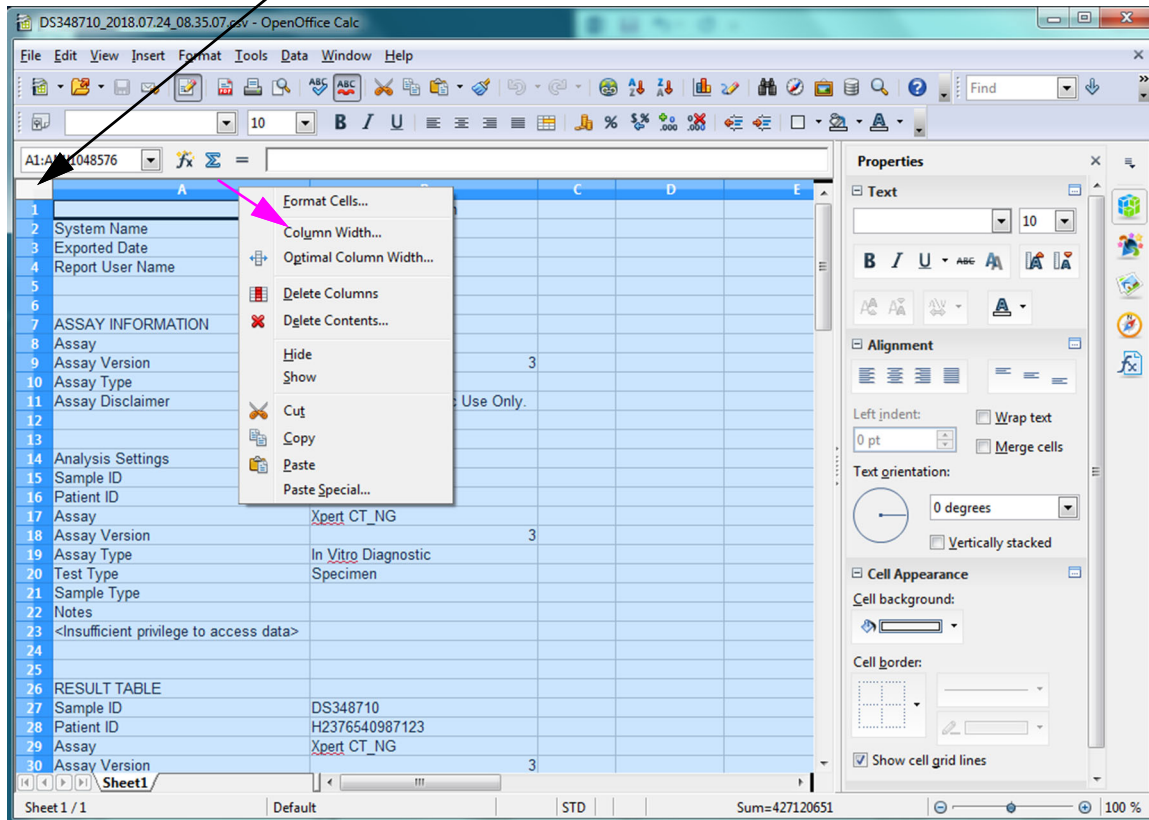

Figura 5-66. Menú desplegable para seleccionar el ancho de columna
- Haga clic con el botón derecho en el encabezado de la columna. Aparecerá un menú desplegable a la derecha de la columna (consulte la figura 5-66).